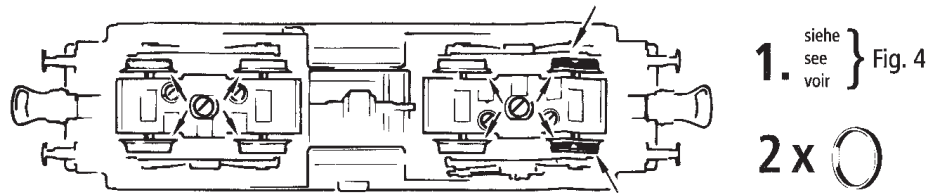

Fig. 10
Schleiferwechsel: siehe Fig. 10
A.C. pick up: see fig. 10
Remplacement courant alternatif: voir fig. 10
4. Remplacement des balais du moteur: Démontez la caisse (voir fig. 4). Démontez ensuite le moteur et échangez le balais (fig. 10).